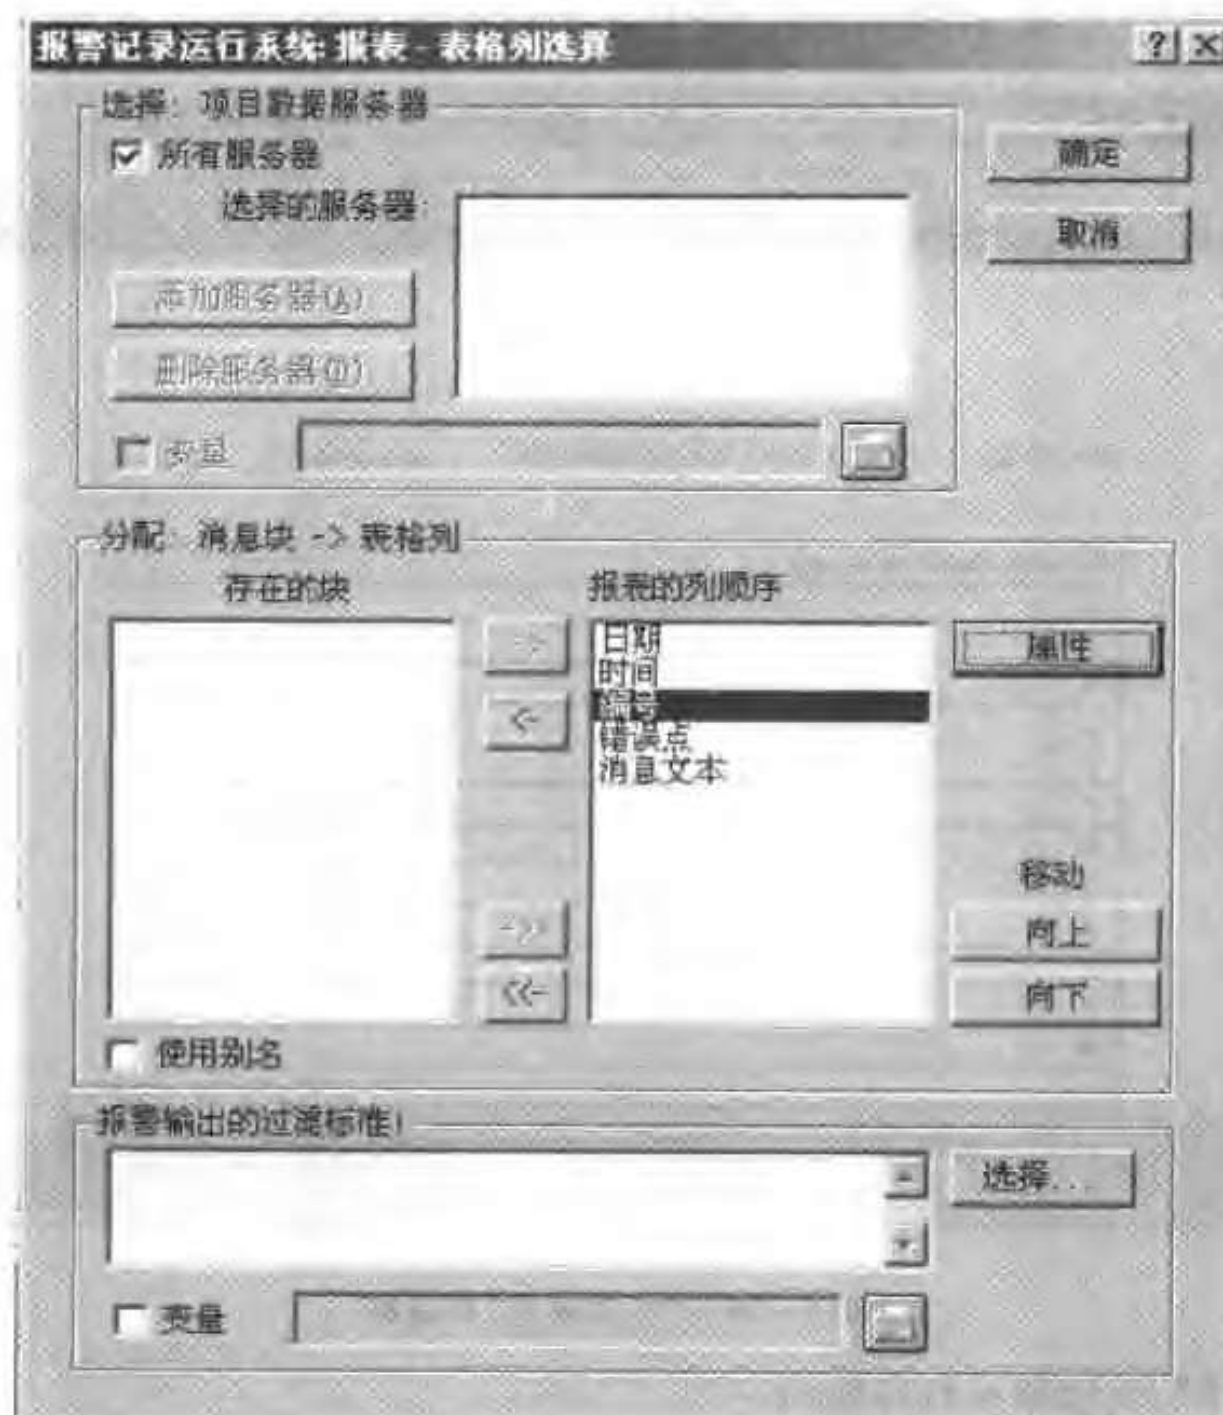

图 9-19 “报警记录运行系统: 报表-表格列选择”对话框
- 单击“选择”按钮,打开“报警记录运行系统:报表-表格列选择”对话框。使用此对话框指定输出的数据,如图9-19所示。当关闭对话框时,所选择的列及其宽度在“表格”栏中以每行字符数显示。如果每行的字符数太多,则显示相应的消息。